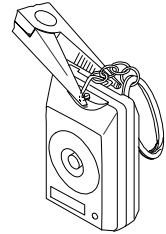

Abb. 4 Anbringen des Schlüsselrings
- E. Schieben Sie das Dreieck des Schlüsselrings durch das letzte Glied der Schlüsselring- Kette und setzen das Dreieck in das Loch auf der Oberkante des MCT-201 ein (Abb.4).